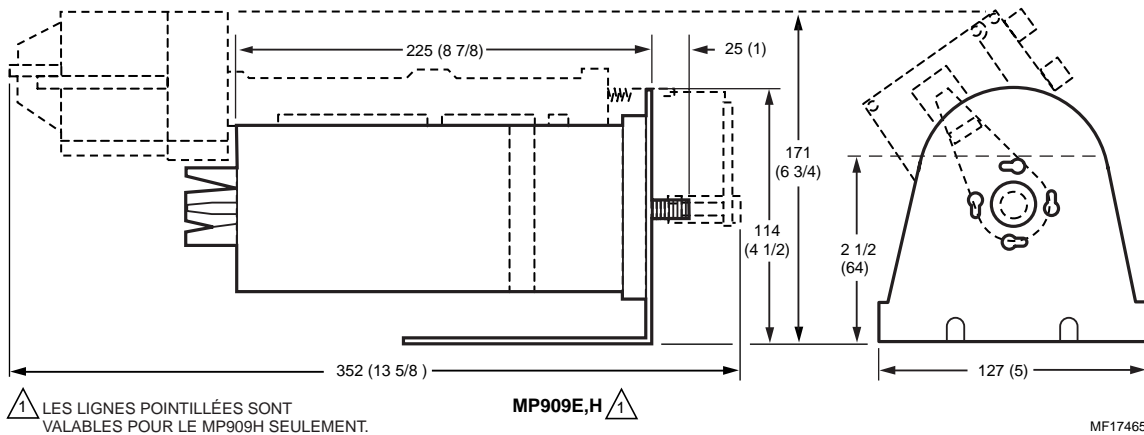

Fig. 4. Encombrement du MP909E et H en mm (po) avec support à angle.
1. Pour obtenir l'encombrement d'un montage externe, voir la Fig. 4.